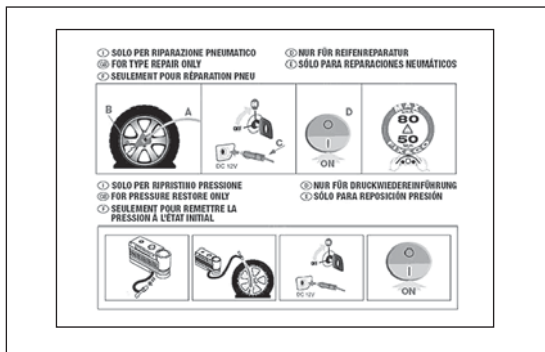

fig. 122
- ☐ un folleto informativo (ver fig. 122), utilizado para usar correctamente el kit de reparación rápida de los neumáticos. El folleto deberá entregarse al personal que manipulará el neumático tratado;